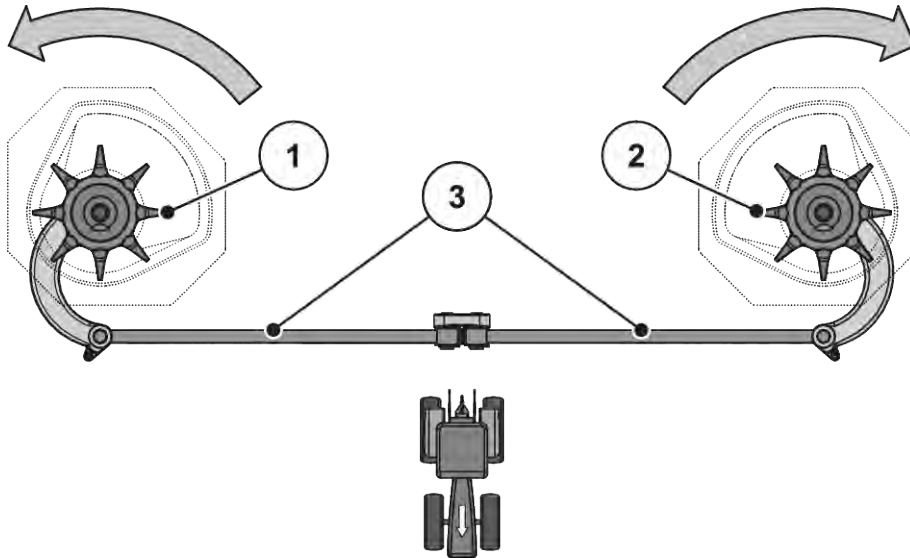

Fig. 53: Kontrollera omrörardrivningen.
- Vrid omröraren för hand i **spridartallrikens rotationsriktning**. Se *Fig. 53 Kontrollera omrörardrivningen..*
- Vrid omrörarhuvudet kraftigt för hand eller med hjälp av ett oljefilterband **mot spridartallrikens rotationsriktning**. Se *Fig. 53 Kontrollera omrörardrivningen.*